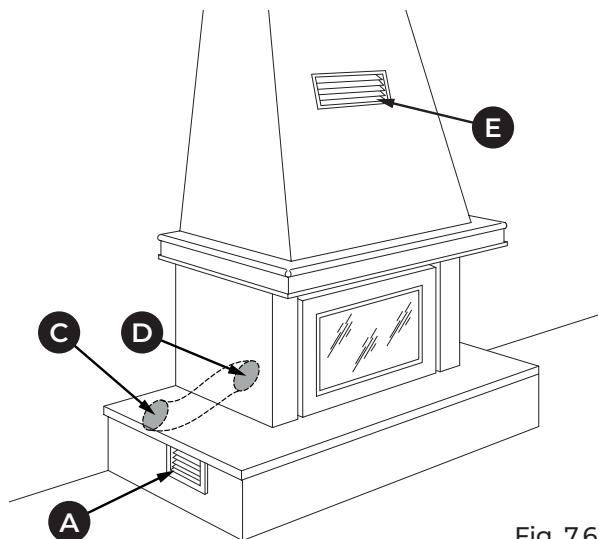

Fig. 7.6
- Fig. 7.6: presa d'aria esterna (C) canalizzata fino al focolare. Griglia inferiore (A) in dotazione per il ricircolo dell'aria ambiente sul rivestimento;